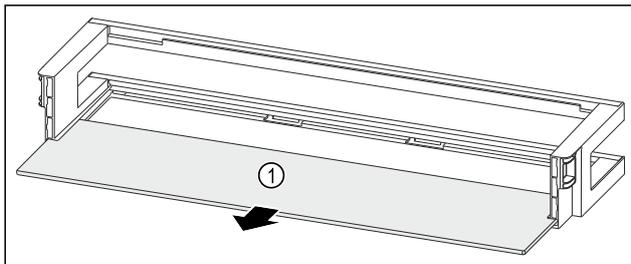

Fig. 84 Raft montat pe ușă cu raft
- ▶ Extrageți raftul Fig. 84 (1).